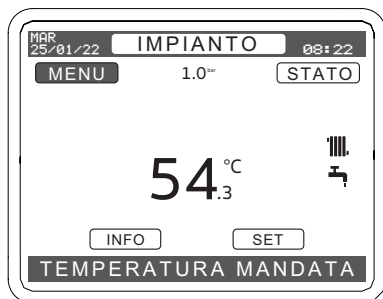

Figura 1.7
- Premere il tasto (↖) per spostarsi nel campo "MENU" Figura 1.7.